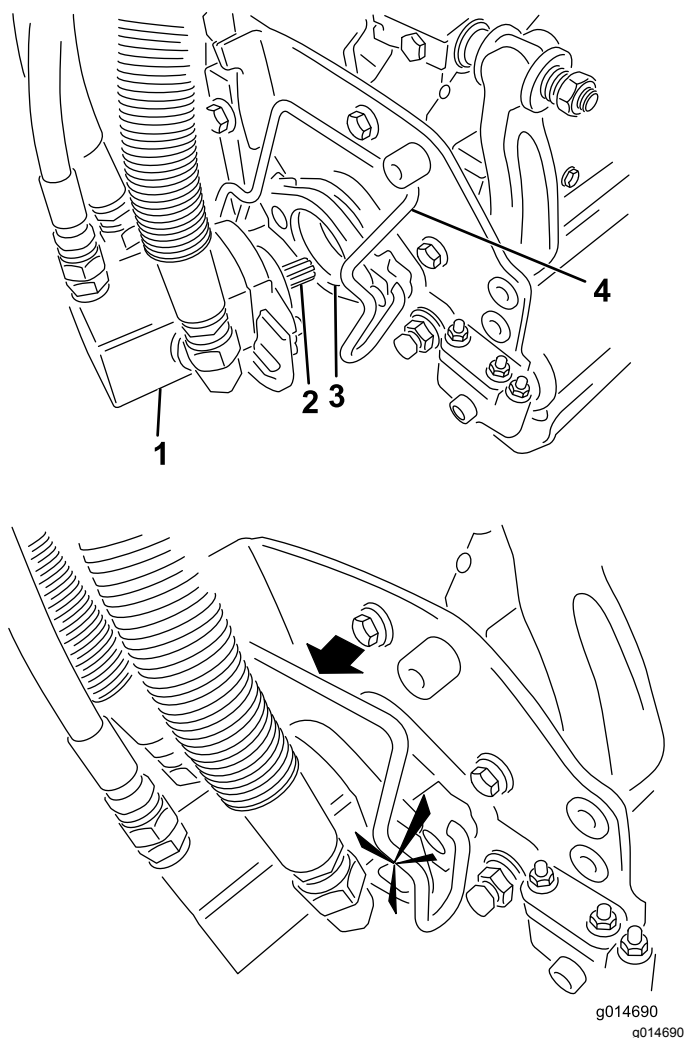

図 3
5. モータを、トリローラユニットの左側運転席から見てに取り付け、トリローラユニットについているモータ固定バーを、モータの上から被せるようにセットし、モータの左右から「カチッ」というロック音が聞こえるまで押し下げる(図 3)。